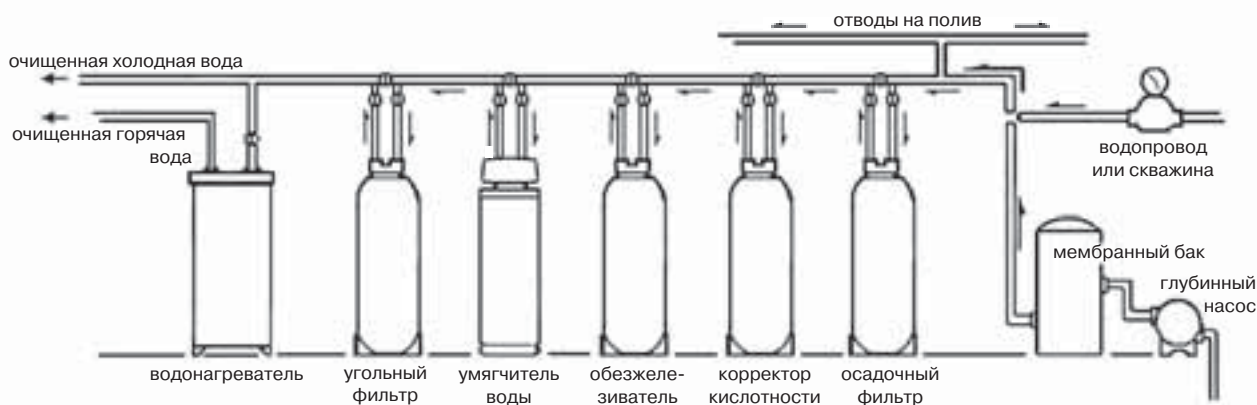

Рис. 3. Полная система очистки воды
2. При использовании другого оборудования для кондиционирования воды устанавливайте фильтр так, как показано на **рис.3**.